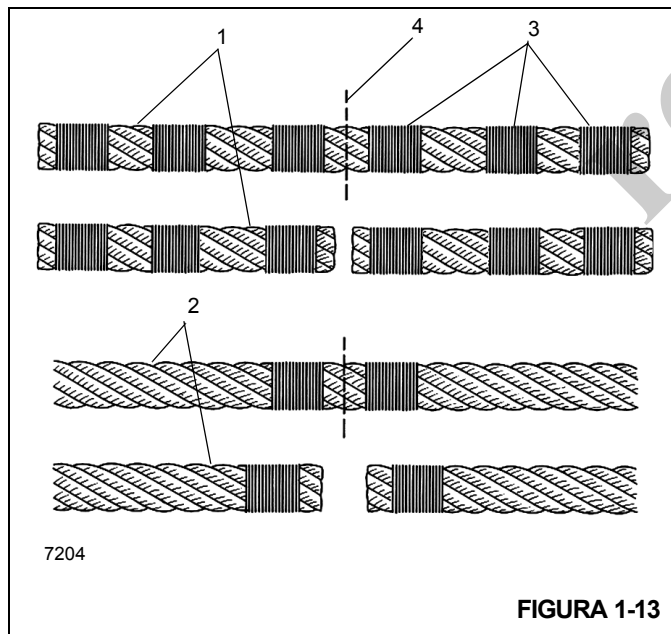

FIGURA 1-13
**NOTA:** Um cabo de aço não pré-formado (1) (Figura 1-13) deve ter três amarrações (3) feitas em cada lado do corte (4), em comparação com o cabo de aço pré-formado (2).